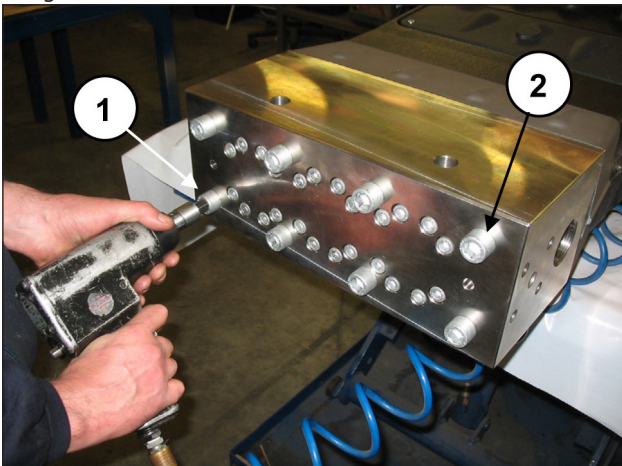
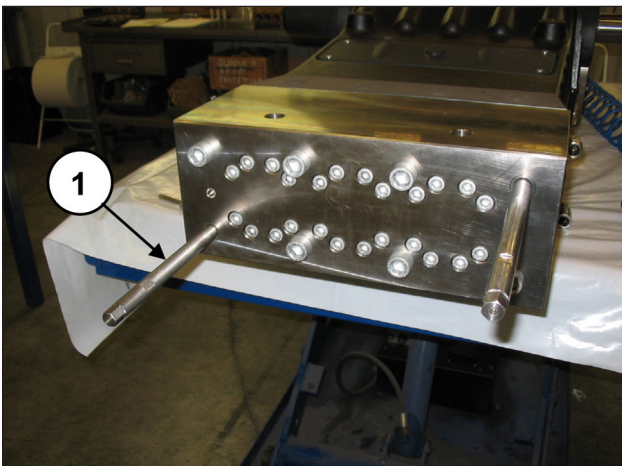

Abb. 95
Abb. 96
Lösen Sie zwei diametral entgegengesetzte Befestigungsschrauben des Kopfs M16x320 (Pos. ① und ②, Abb. 95), ersetzen Sie diese durch zwei Wartungsschrauben - Stifte (Art.27540200) (Pos. ①, Abb. 96), nehmen Sie dann die übrigen Schrauben ab.